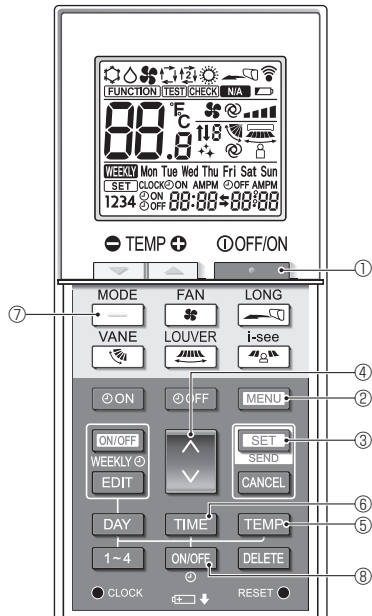

Fig. 6-9
1. กดปุ่ม \* ① เพื่อหยุดการทำงานของเครื่องปรับอากาศ
2. กดปุ่ม SET ② ใน 5 วินาที หน้าจอการตั้งค่าโหมดจะแสดงขึ้น
3. กดปุ่ม ← ③ โหมดการทำงาน Ⓐ กะพริบ (Fig. 6-9)
4. กดปุ่ม ⏸ ④ เพื่อเปลี่ยนหมายเลขการตั้งค่า
5. ตรวจสอบว่าหมายเลขการตั้งค่า "6" แสดงขึ้น และมีเฉพาะ ⚙️ ที่กะพริบในโหมดการทำงาน Ⓐ จากนั้นกดปุ่ม SET ③ ใน 5 วินาที